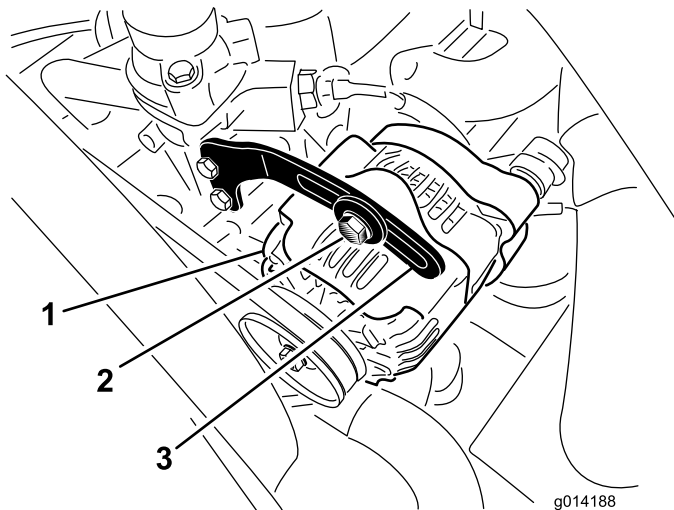

図 49
2. オルタネータ側プーリとクランクシャフト側プーリ間の中央部でオルタネータベルト(図 49)を指で10 kg程度の力で押してベルトの張りを点検する。
3. ブレースをオルタネータ(図 49)に固定しているボルトと、オルタネータのピボットボルトをゆるめる。